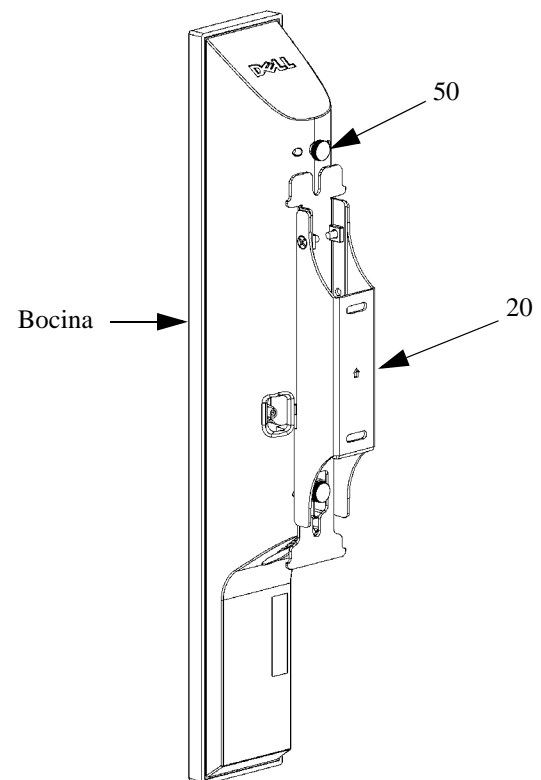

Figura 16. Afloje los dos tornillos manuales
1. Mientras sostiene la bocina con una mano, retire los dos tornillos manuales (50) y los anillos "O" (110, no mostrados) que sujetan la bocina al soporte de pared (20). Véase la figura 16.